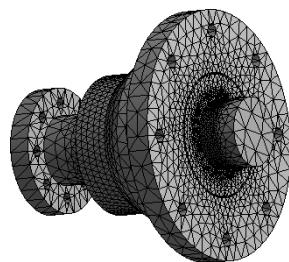

图 9.6.12 网格划分结果
(2) 局部控制二。再次单击“Mesh”工具栏中的 **Mesh Control** 按钮，在其下拉列表中选择 **Contact Sizing** 选项，在“Details of ‘Contact Sizing’ - Contact Sizing”对话框的 **Contact Region** 下拉列表中选择 **Bonded - shaft_bush To bush_asm** 选项，在 **Element Size** 文本框中输入数值 5.0，完成局部控制参数定义。
(3) 单击“Mesh”工具栏中的 **Update** 按钮，网格划分结果如图 9.6.12 所示。